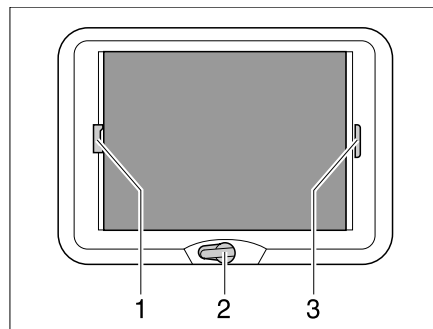

Bild 91 Kurbelhub-Dachhaube
Öffnen: ■ Die Handkurbel (Bild 91,2) drehen, bis Widerstand spürbar ist (max. Öffnungswinkel 70°).
Schließen: ■ Die Faltverdunklung am Griff (Bild 91,3) ziehen und an der gewünschten Position loslassen. Die Faltverdunklung bleibt in dieser Position stehen.
- Den Insektenschutz am Griff (Bild 91,1) zum gegenüberliegenden Griff der faltverdunklung (Bild 91,3) ziehen und einrasten lassen.
- Den Griff des Insektenschutzes (Bild 91,1) hinten nach oben drücken und den Insektenschutz an der faltverdunklung (Bild 91,3) aushängen.